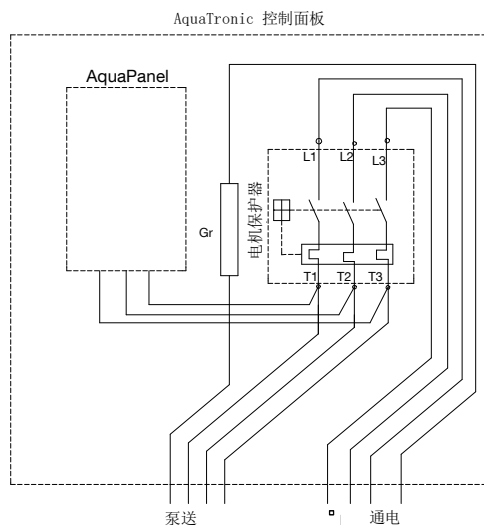

图 1. AquaTronic 控制面板线图
2. 在泵未连接电源的情况下，打开面板上的盖子，确定电源已经断开，然后按照接线图，连接泵的电线。（图1）